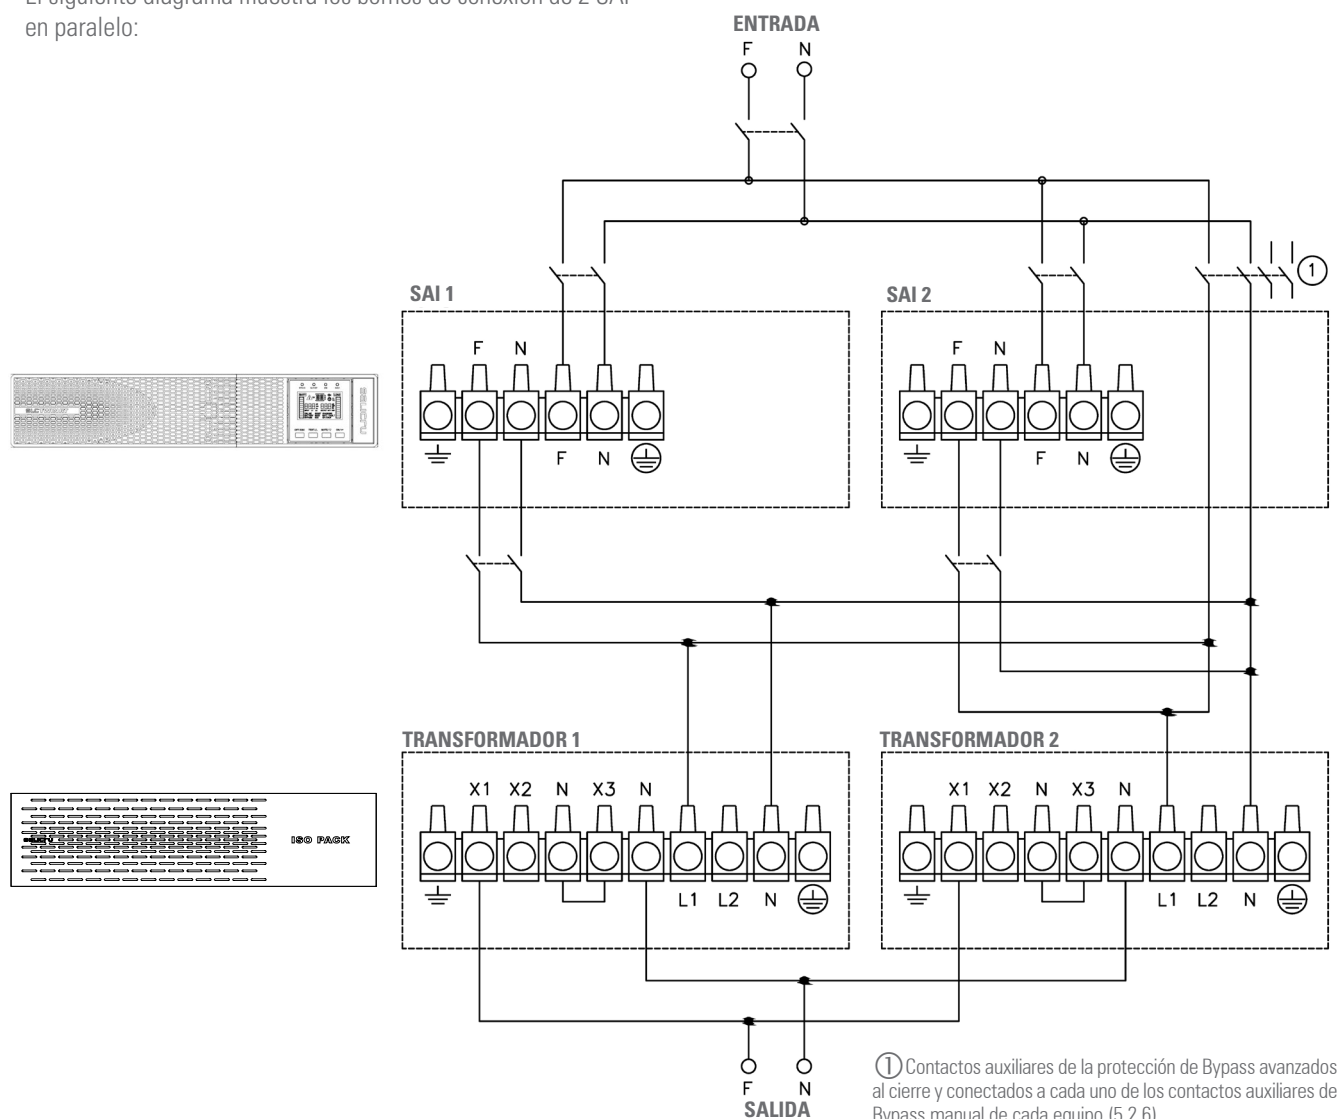

Fig. 26. Conexión de los terminales de 2 SAI en paralelo.
- Es necesario dotar a la instalación del sistema en paralelo, de un cuadro provisto de las protecciones individuales de entrada y salida, además de un bypass manual con bloqueo mecánico (Fig. 26).
- En la Fig. 26 está representado conceptualmente un cuadro de distribución con bypass manual para un sistema en paralelo, representativo para un sólo equipo adaptando el número de interruptores.